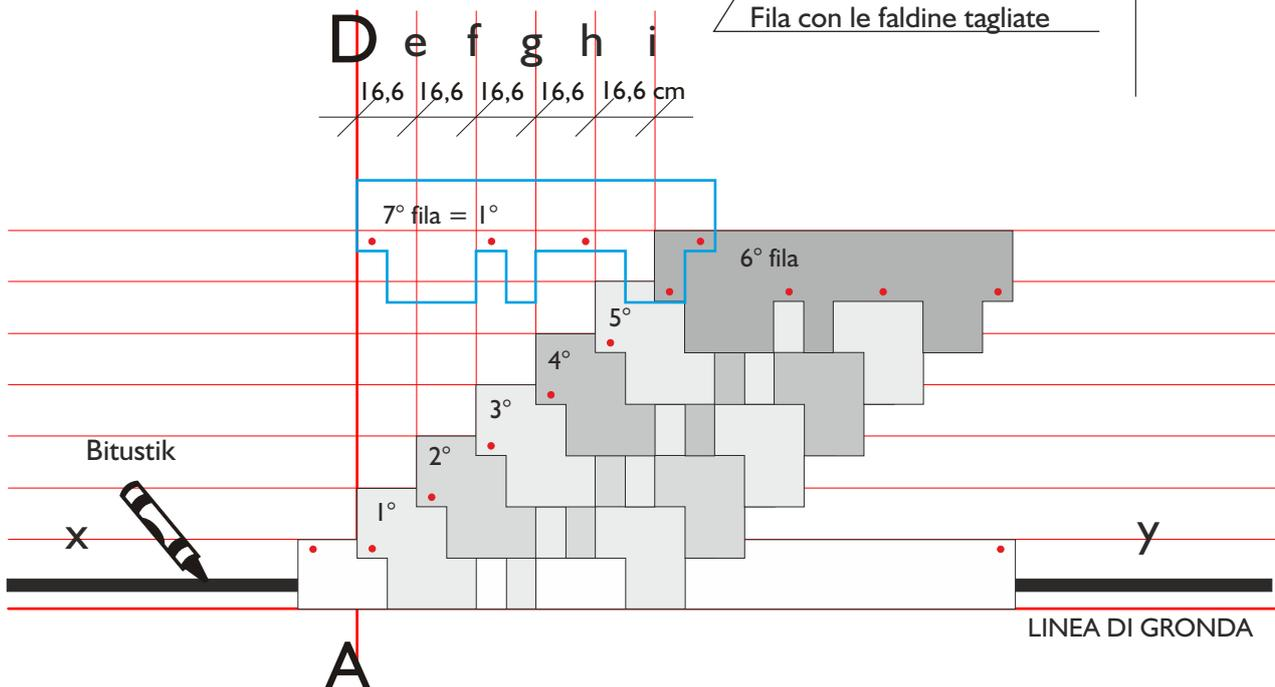

Fig. 4 - Sequenza di 7 tegole
- La posa della prima fila di tegole inizia allineando la tegola GOTHIK alla linea AD (fig.4).
- Questo sistema di posa si ripete fino all’allineamento delle tegole alla “i” (6° fila) dopo di ché si riparte dalla linea verticale AD (fig.4).